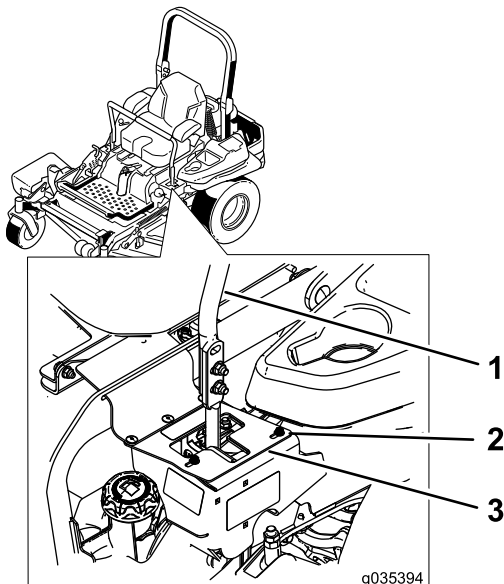

Figura 71
para a ranhura em T esquerda até a máquina ficar a direito (**Figura 71**).
- Se a máquina virar para a esquerda, desaperte os parafusos e ajuste a placa do batente direito para a ranhura em T direita até a máquina ficar a direito (**Figura 71**).
- Aperte a placa do batente (**Figura 71**).